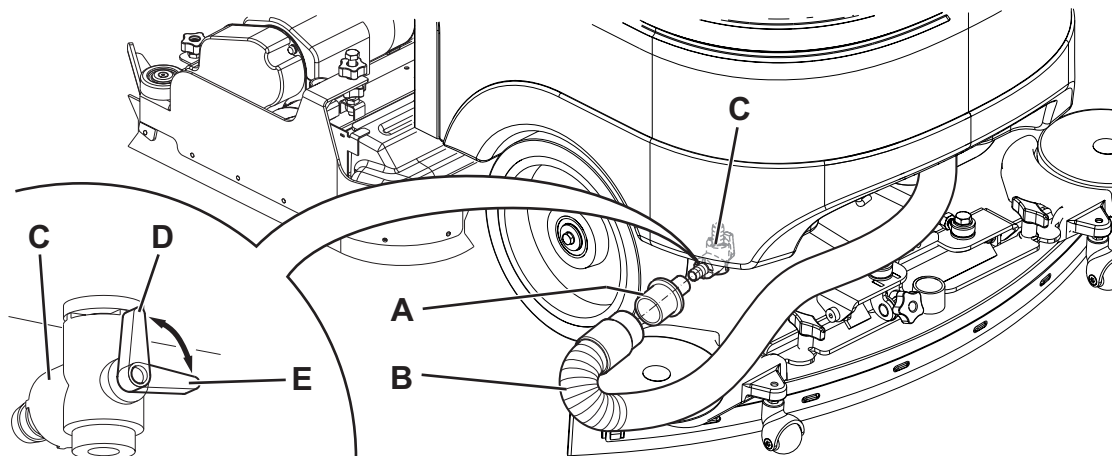

Figura 5
Afișajul (C) indică nivelul concentrației de detergent în soluție, conform tabelului din Figura 5.